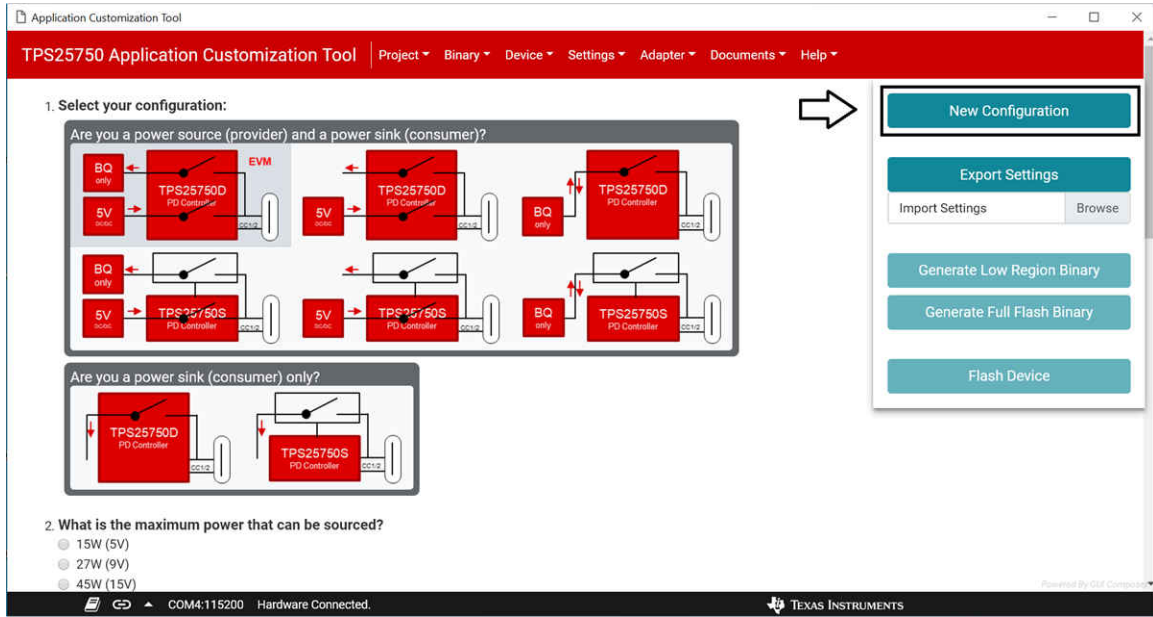

图 3-1. 箭头指向了用于生成新配置的按钮
- 选择右侧面板上的 *New Configuration* 按钮。请参见图 3-1。